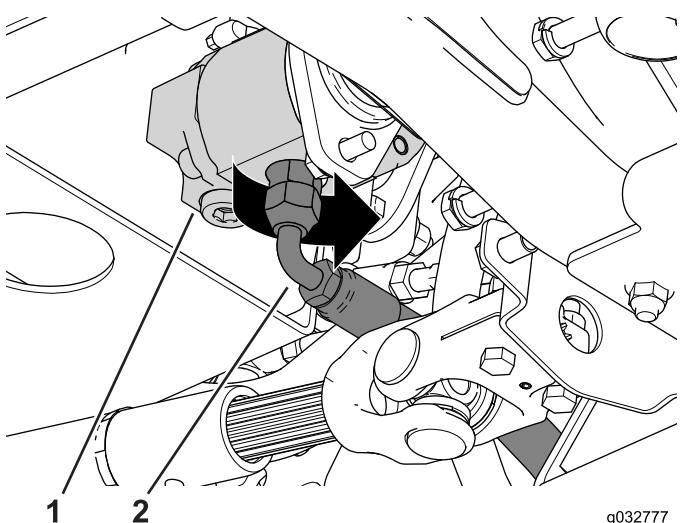

Bild 122
3. Fluchten Sie die Schraubenlöcher aus, um die Schrauben und Distanzstücke lose an der rechten Seite der Maschine zu befestigen (Bild 122).